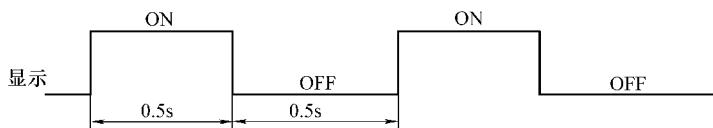

图 7-44 故障码输出
- 1) 打开点火开关 (ON)。
- 3) 当 LCD 显示屏上图形以 0.5s 周期闪烁 3 次, 如图 7-44 所示。此时开始自诊断, 输出故障码。